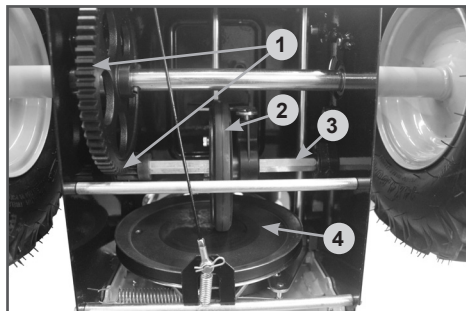

Рис. 31 Обслуживание трансмиссии
Если при нажатом рычаге включения хода снегоотбрасыватель не движется или при нажатии на рычаг включения хода слышны посторонние звуки, а регулировка длины троса включения хода не позволяет устранить проблему, возможно, фрикционное колесо 2 (Рис. 31) полностью износилось и его необходимо заменить.
4. Нанесите многоцелевую консистентную смазку CHAMPION EP-0 тонким слоем на шестигранный вал 3 фрикционного колеса и зубья шестерен 1 (Рис. 31).
Не допускайте попадания смазки на резиновое фрикционное колесо 2 и ведущий диск 4 (Рис. 31).